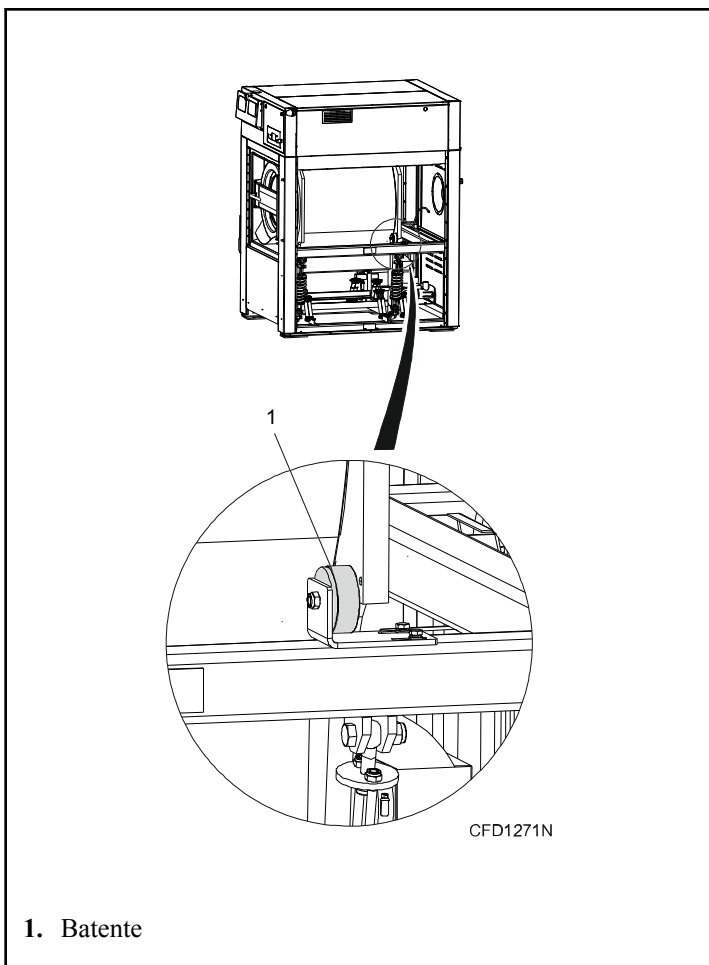

Figura 31
1. Coloque dois batentes (fornecidos com a máquina) nos respetivos sítios; consulte *Figura 31*.